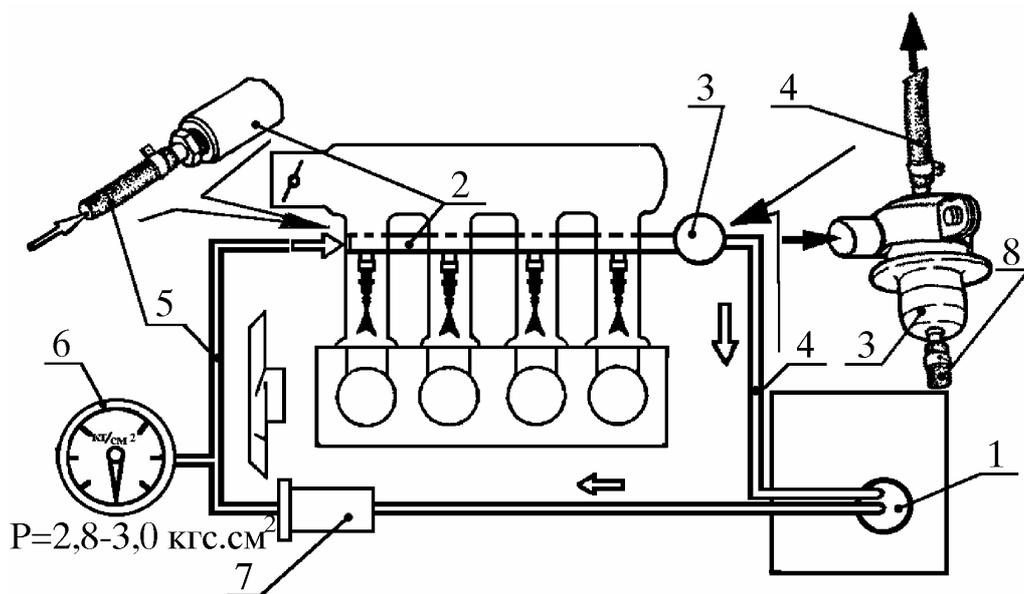

Рис. 9. Проверка давления в системе подачи топлива:
5.8.4.1. Подключить к подающему топливопроводу 5 (рис. 9) манометр 6 с помощью шланга высокого давления.
Течи бензина в местах соединений трубопроводов и шлангов 1 - 8 (рис. 9), а также в местах 9 и 10 соединений форсунок с топливораспределителем и впускной трубой не допускаются.